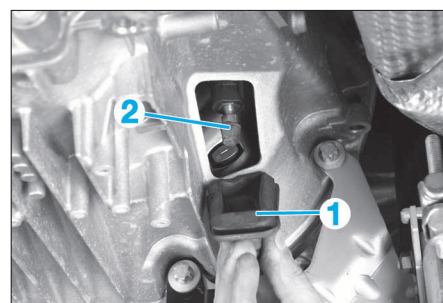

FIG. 7
- Déposer le capuchon (1) (Fig.7) sur la cloche d'embrayage.
- Ouvrir la vis de purge (2) de la butée/réceptrice d'embrayage.